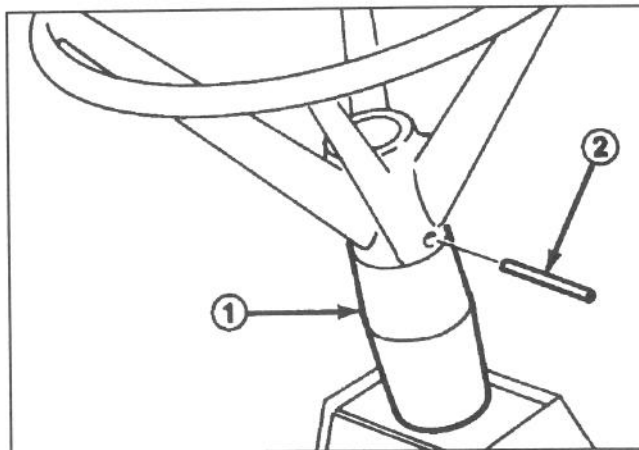

Abbildung 2
2. Das Lenkrad über die Welle schieben und das Absicherungsloch im Lenkrad mit dem in der Lenksäule abstimmen (Abb. 2). Das TORO Logo muß vom Fahrersitz lesbar sein.
4. Den Spannstift soweit eintreiben, bis er mit der Außenseite des Lenkrads bündig ist (Abb. 2).